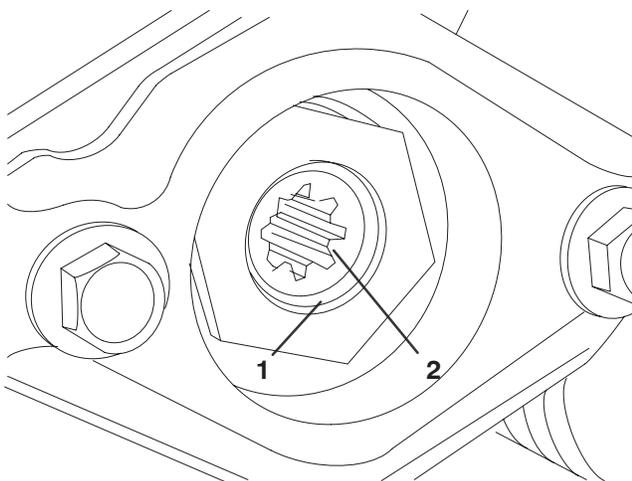

Bild 16
- 3. Inbusschraube (2)
- E. Nehmen Sie den Sprengring ab, mit dem die Antriebskupplung im Spindelrohr befestigt ist (Bild 16). Nehmen Sie die Antriebskupplung ab.